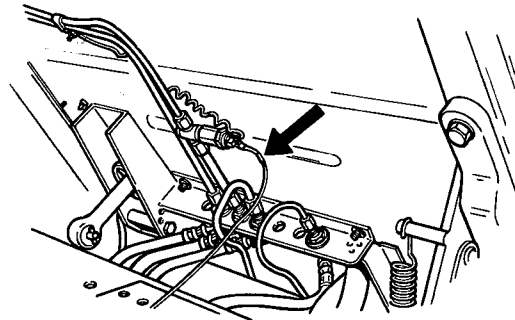

Fig. 2
16. Neem de kabel 96 los van de schakelaar van de handrem (fig. 2).